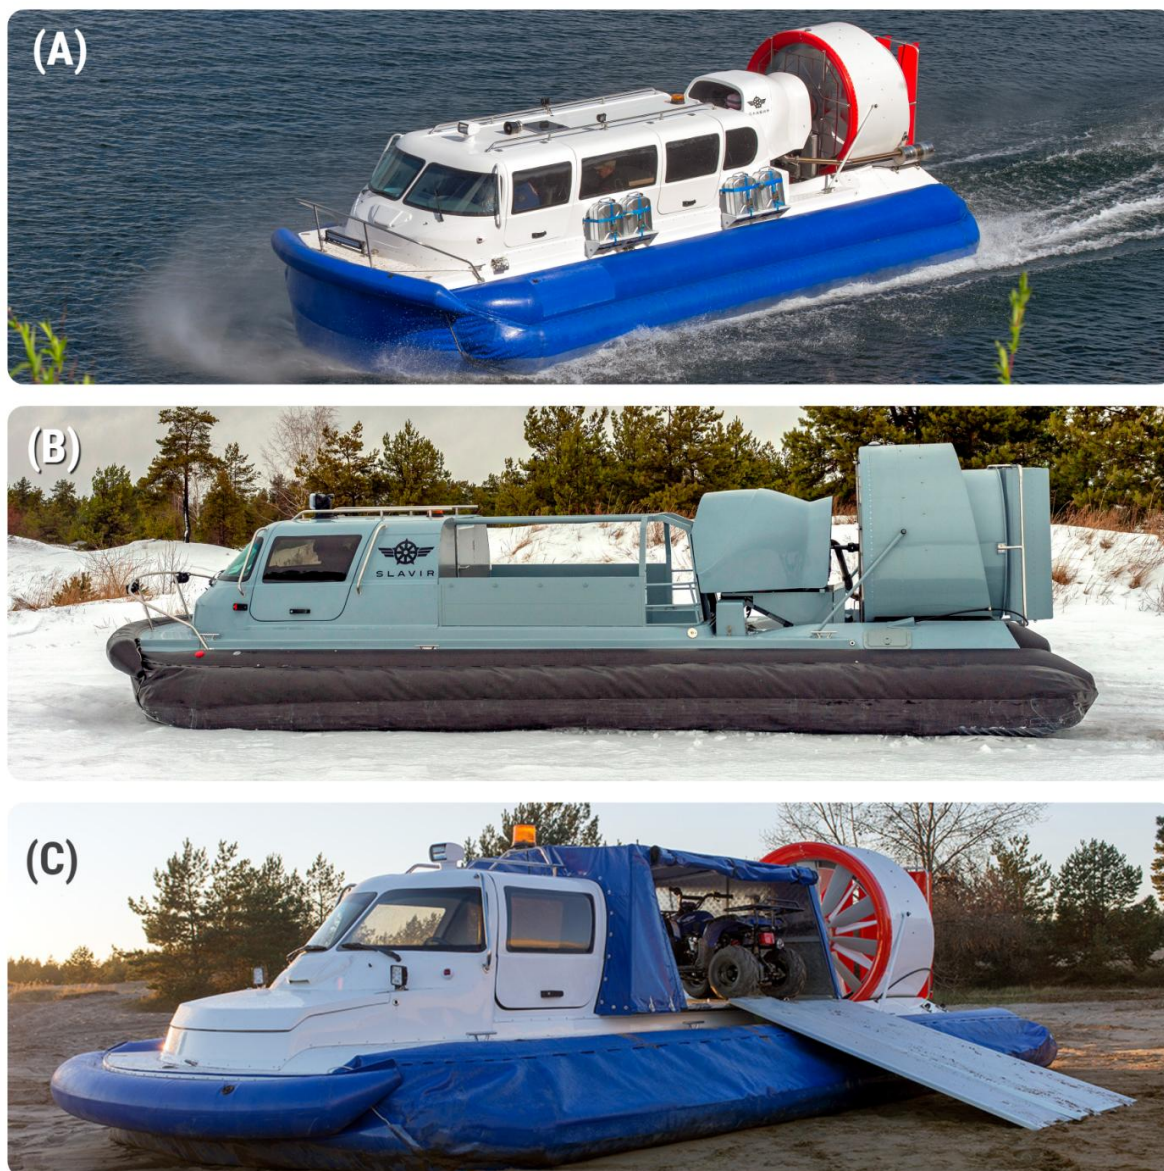

Рисунок 3-1. МОДИФИКАЦИИ НАДСТРОЕК
- **Закрытого типа** (Рисунок 3-1, А), предусматривает размещение от 4 до 12 человек в салоне, совмещенном с постом управления судном. Применяется на всех моделях СЛАВИР. Непроницаемость обеспечена дверями, оборудованными резиновыми уплотнителями и запирающими механизмами, исключающими возможность самопроизвольного открытия.
- **Пикап** (Рисунок 3-1, В), применяется на СЛАВИР 12. В носовой части надстройки возможно размещение от 2 до 4 мест. Оставшаяся часть ограничена бортами и может использоваться для размещения грузов или 3-5 пассажиров. Грузопассажирский отсек может быть оборудован дверью к посту управления судном и ходовым тентом. Грузы, размещенные в грузовом отсеке, необходимо закреплять грузовыми ремнями (стропами), а сверху накрывать полотном (или прочной сеткой) чтобы исключить попадание посторонних предметов в моторный отсек. Полотно (сетку) требуется надежно крепить в бортовых скобах.
- **Фургон** (Рисунок 3-1, С), применяется на СЛАВИР 9 и СЛАВИР 12. Пост управления размещен в закрытой части надстройки, рассчитанной на 2-3 места. Грузопассажирский отсек имеет борта и защищен ходовым тентом. Для посадки и высадки пассажиров или размещения грузов нужно расстегнуть застежки-молнии на боковинах тента, закатать их вверх и закрепить застежками-липучками. По согласованию грузовой отсек может быть оборудован съемной грузовой платформой для транспортировки крупногабаритного груза. При необходимости транспортировки крупногабаритного груза необходимо убрать диваны, разместить груз в палубной части и накрыть палубный отсек настилом. Настил закрепляется в специальных рымах, установленных на палубной части фургона. Допускается погрузка на настил груза при условии его надежного крепления грузовыми ремнями. Во время движения судна все грузы должны быть закреплены, а ходовой тент опущен и застегнут.